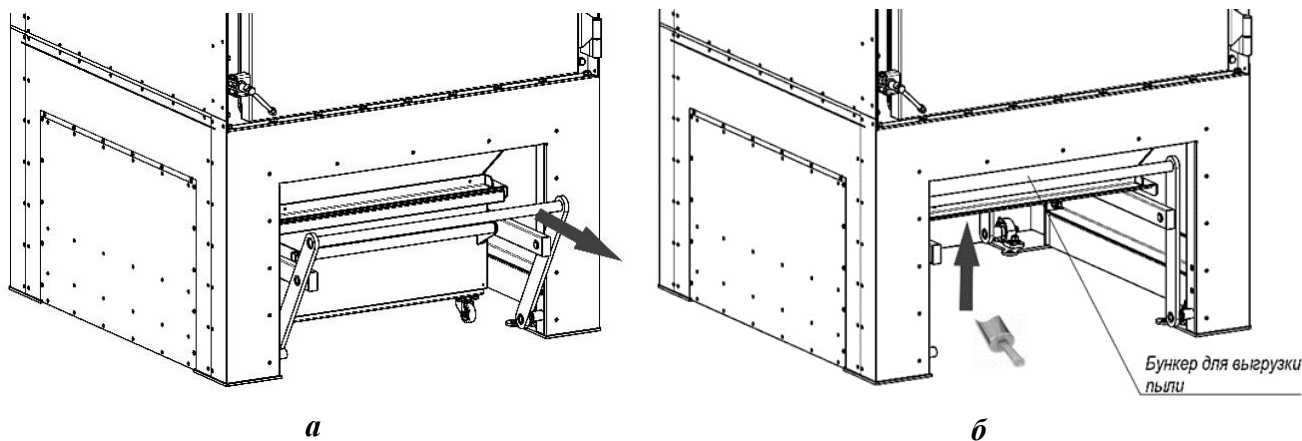

Рисунок 14
- 3) снять панель теплоизоляции пылесборника, потянуть за рычаг механизма поджатия пылесборника (рисунок 14а), выкатить из-под фильтра пылесборник;
- 6) в отверстие бункера выгрузки пыли с помощью лопатки подавать (подбрасывать) небольшими порциями средство предзапыления (рисунок 14б);